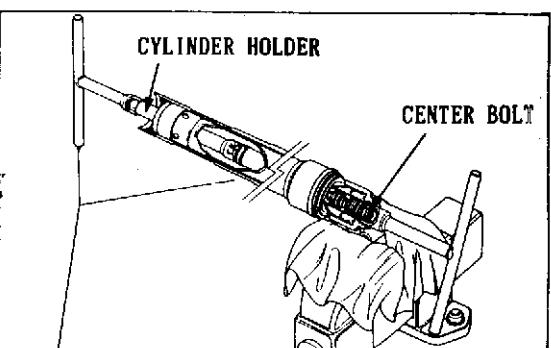

Fig. 4
- 10) Montare il cilindro del a forcella e la bussola di centraggio nel tubo scorrevole. Montare i gruppi controlli d' fissaggio e la ronella speciale. Bloccare il supporto del perno ruote in una morsa con ganasce di alluminio (in alternativa, utilizzare un panno al posto delle ganasce) e bloccare il cilindro con l'attrezzo speciale (Fig. 4). Bloccare il gruppo controllo d' fissaggio alla coppia di 3+4 kgm (29,4+39,2 Nm) (Fig. 5).